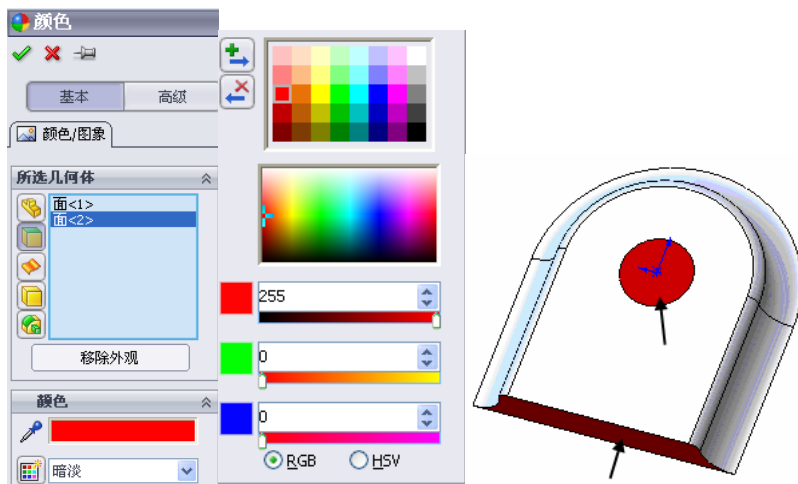

图 10-180 更改成形工具表面颜色
11) 更改成形工具切穿部位的颜色。在使用成形工具时,如果遇到成形工具中红色的表面,软件系统将对钣金零件作切穿处理。因此,在生成成形工具时,需要切穿的部位要将其颜色更改为红色。拾取成形工具的两个表面,单击“标准”工具栏中的 (编辑外观)按钮,弹出“颜色”属性管理器,选择“红色”RGB 标准颜色,即 $R=255$, $G=0$, $B=0$, 其他设置默认,如图 10-180 所示,单击 (确定)按钮。